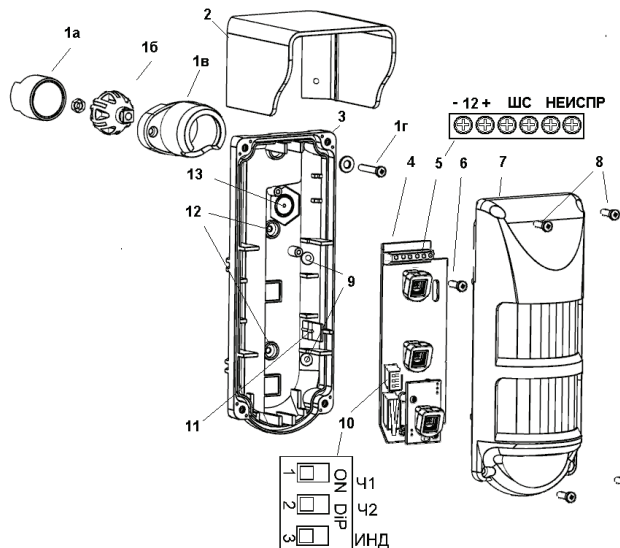

Рис. 1 Конструкция извещателя
8.1 Извещатель (рис. 1) состоит из основания (3), печатной платы (4) и крышки (7). В комплект поставки входят кронштейн (1) и козырек (2) для защиты от осадков. Крышка крепится к основанию четырьмя винтами (8) с использованием герметизирующей прокладки. Печатная плата фиксируется на основании защелкой (11) и винтом (6). Перед установкой извещателя крышку и печатную плату следует отделить от основания.
10.1 После завершения установки и монтажа установить переключатели «Ч1», «Ч2», «ИНД» (10 на рис. 1) в положение «ОН», установить на место крышку корпуса и провести пробное включение извещателя.
Выбор чувствительности извещателя выполняется переключателями «Ч1» - «Ч2» в блоке DIP переключателей (10 на рис.1).